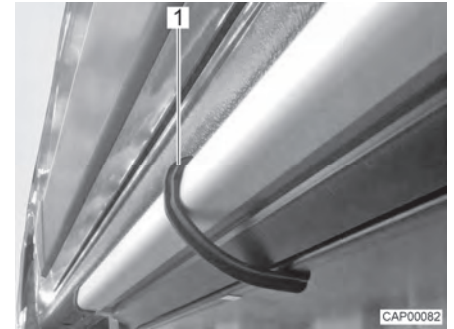

Bild 5 Halteklammer (Eintrittstufe)
- Eintrittstufe mit beiliegender Halteklammer (Bild 5,1) gegen Herausgleiten sichern.